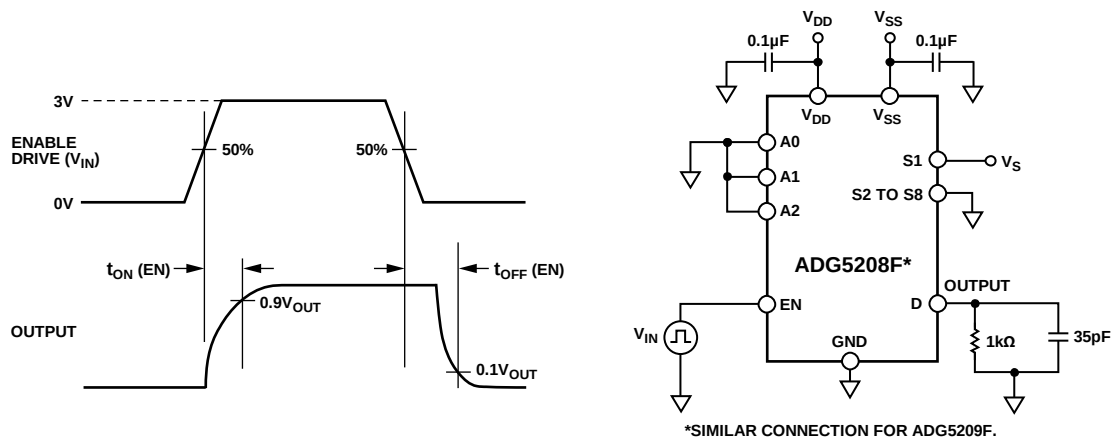

图44. 使能延迟 $t_{ON}(EN)$ 、 $t_{OFF}(EN)$
t_{ON} (EN) 表示施加数字控制输入与输出开启之间的延迟时间(见图44)。
t_{OFF} (EN) 表示施加数字控制输入与输出关闭之间的延迟时间(见图44)。